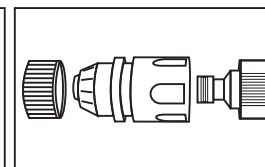
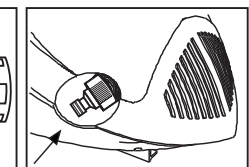

Рис. 6
Рис. 8
- Подсоедините ответную часть быстросъемного соединителя к входному отверстию мойки (рис. 6, рис. 8).